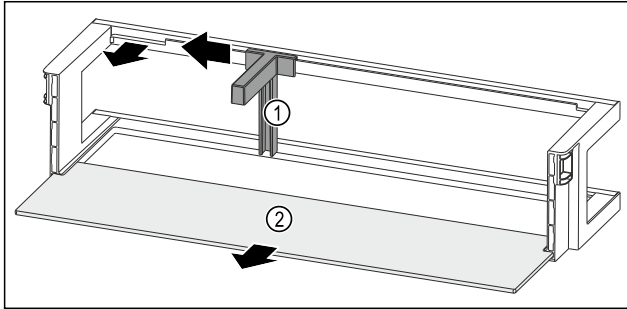

Fig. 86 Balconnet de contre-porte avec porte-bouteilles et tablette de rangement
- Pousser le porte-bouteilles Fig. 86 (1) sur le côté jusqu'à l'évidement.
- Retirer le porte-bouteilles Fig. 86 (1).
- Retirer la tablette de rangement Fig. 86 (2).